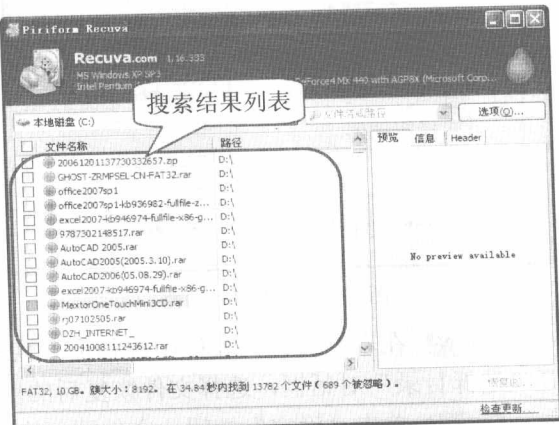

图 11-15 扫描结果
步骤② 单击“扫描”按钮，Recuva 程序开始扫描磁盘，扫描完成后会显示搜索到的所有文件，如图 11-15 所示。